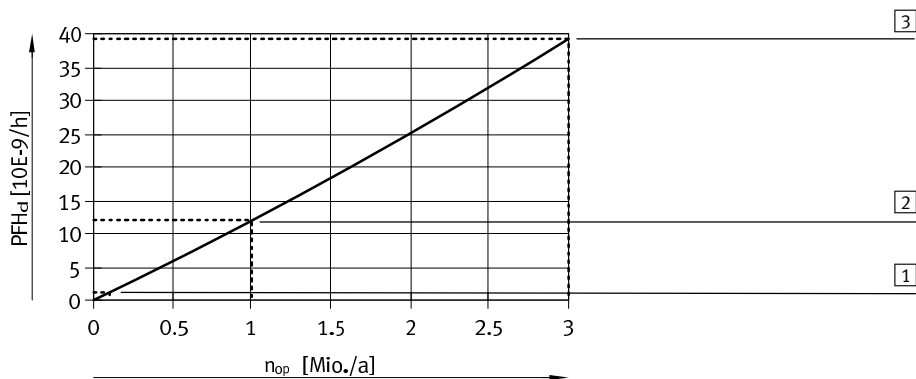

Fig. 12  $PFH_d$ -värde1) i enlighet med det genomsnittliga antalet årliga omställningar  $n_{op}$
– Feldetekteringsförmåga (DC)	99 %, när den logiska kopplingen mellan aktiveringssignal och signalväxling för lägesgivaren (förväntat tillstånd) kontrolleras vid varje manövrering av båda magnetventilerna
– Sannolikhet för ett farligt fel per timme ( $PFH_d$ )	→ Tab. 10 och Fig. 12
Styrblocket är ett tvåkanaligt subsystem. Karakteristiken för säkerhetstekniken (→ Tab. 9) gäller per kanal.  $PFH_d$ -värdet för subsystemet (→ Tab. 10 och Fig. 12) kan t.ex. beräknas med SISTEMA2) med hjälp av följande värden: